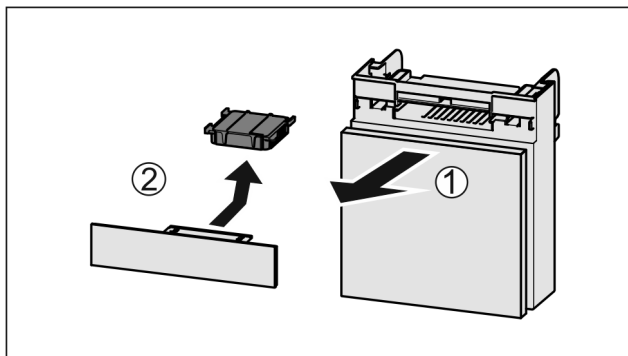

Fig. 233
- Потягніть Fig. 233 (1) відділення вперед.
- Витягнути Fig. 233 (2) фільтр з активованого вугілля.